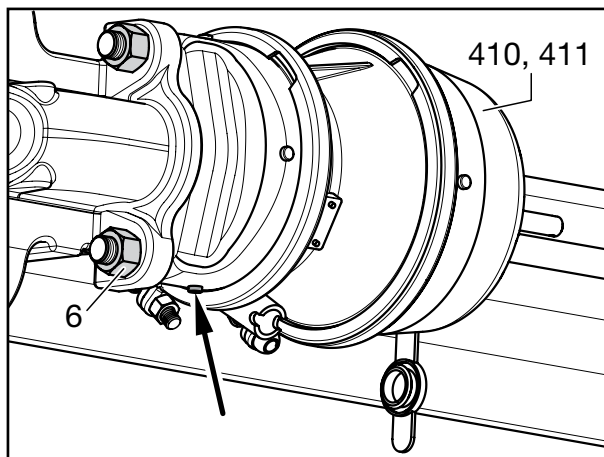

Fig. 15
- [11] Avlägsna pluggen (fig. 15/pil) för avluftning från den nedåtvända borrhningen på den nya bromscylindern (410, 411). Alla andra avluftningsborrningar ska vara stängda!